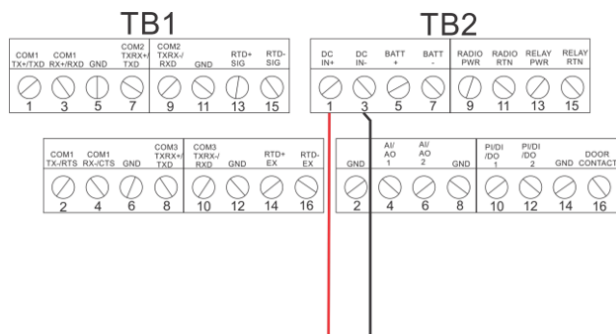

Figura 8. Cableado a la fuente de alimentación de CC
- Insertar cada extremo descubierto del cable en su conector adecuado y fijar el cable (consultar las Figura 8).